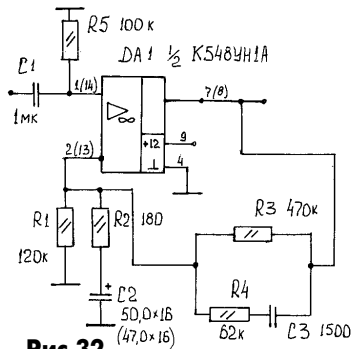

Рис.32
Что касается практического использования К548УН1, то на **рис.32** показана схема усилителя воспроизведения для магнитофона, АЧХ которой удовлетворяет стандарту NAB.
На принципиальной схеме (см. рис.32) эта особенность отражена наличием резистора R5. Если большинство экземпляров К548УН1А работоспособны и без этого резистора, то К548УН1Б теряет работоспособность. Это вызвано тем, что постоянный потенциал вывода 7 (8) становится в отсутствие этого резистора нерегулируемым и равным чаще всего величине U_n .